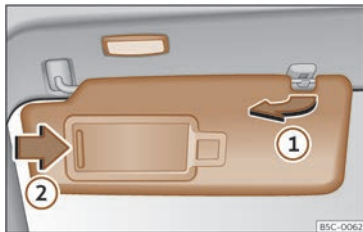

Fig. 101 Pare-soleil.
- Le pare-soleil peut être retiré du support et rabattu contre la porte»» fig. 101 ①.